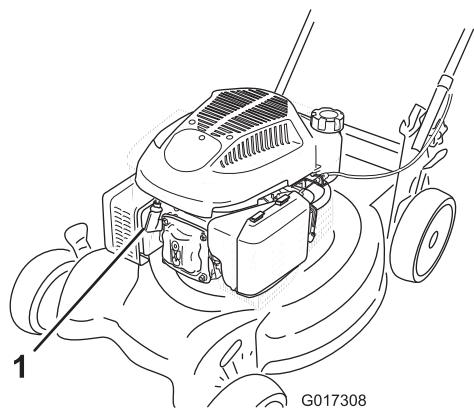

Figure 19
- Débranchez la bougie (Figure 19) avant de procéder à un quelconque entretien.